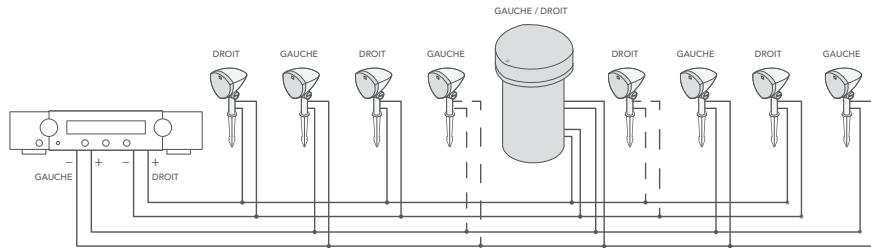

Figure 4
4. Faites passer le câble de l'enceinte dans la tranchée comme décrit dans les instructions de câblage à la section 6 « Installation des enceintes satellites » à la page suivante et à la section 7 « Installation du subwoofer ». Nous recommandons de laisser 335 à 400 mm (14 à 16 po) de fil supplémentaire par enceinte afin que le fil ne se plie pas et ne se tireille pas lorsque vous recouvrez le fil de terre dans la tranchée. La figure 4 représente le câblage d'un système complet à l'aide d'un amplificateur stéréo.
1. Une fois toutes les enceintes et le subwoofer correctement connectés, assurez-vous que l'amplificateur/le récepteur est hors tension. Connectez les fils gauche/droite de l'enceinte aux bornes positive (+) et négative (-) correspondantes de l'amplificateur/le récepteur (voir le schéma de câblage de l'amplificateur à la Figure 4).